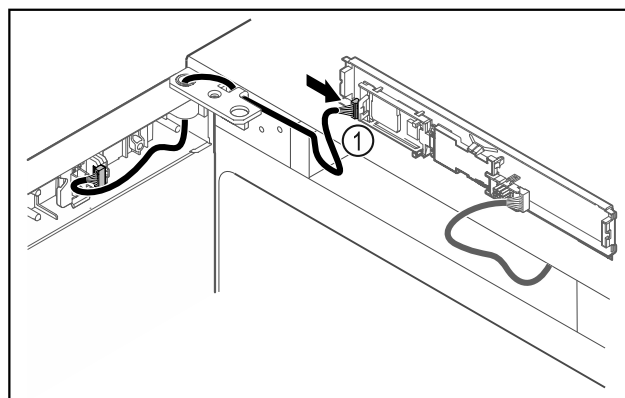

Fig. 42
- Enchufar el conector Fig. 42 (1) en la platina.